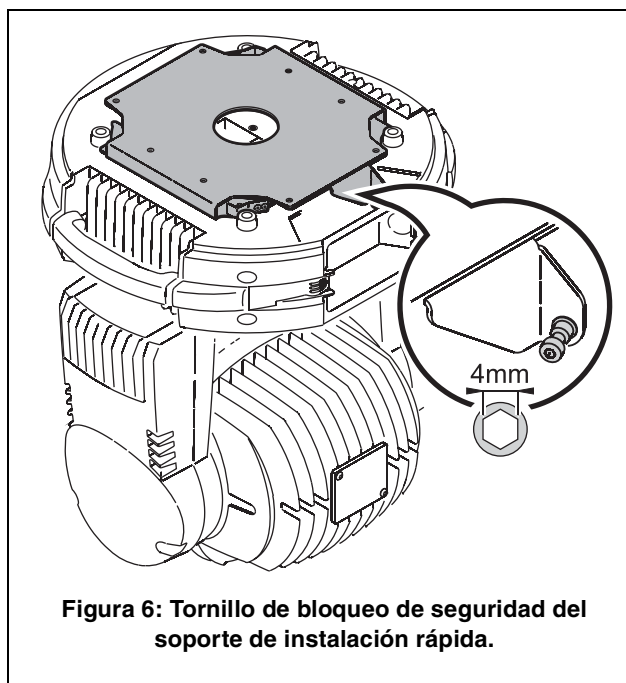

Figura 6: Tornillo de bloqueo de seguridad del soporte de instalación rápida.
- Ver Figura 6. Apretar el tornillo de bloqueo de seguridad **A** de la aleta del soporte para asegurar la unidad.